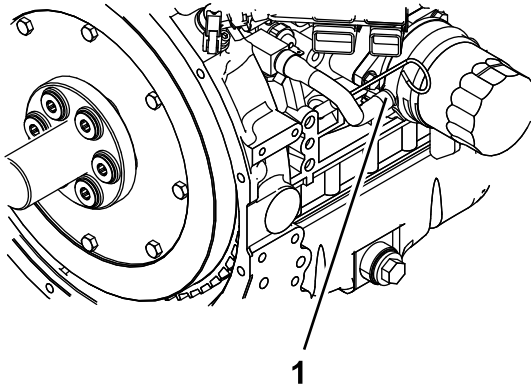

Figura 58
- Retire la manguera de refrigerante del enfriador de aceite y vacíe el refrigerante del bloque motor (Figura 58).